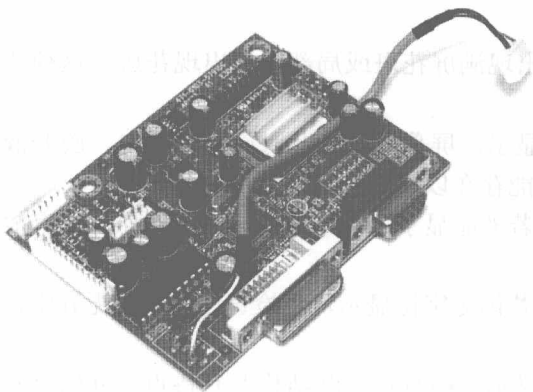

图 15-8 取下液晶显示器的信号接收模块
步骤⑨ 使用螺丝刀将液晶显示器的信号接收模块的螺丝卸下，然后拆下连接电缆，如图 15-8 所示。